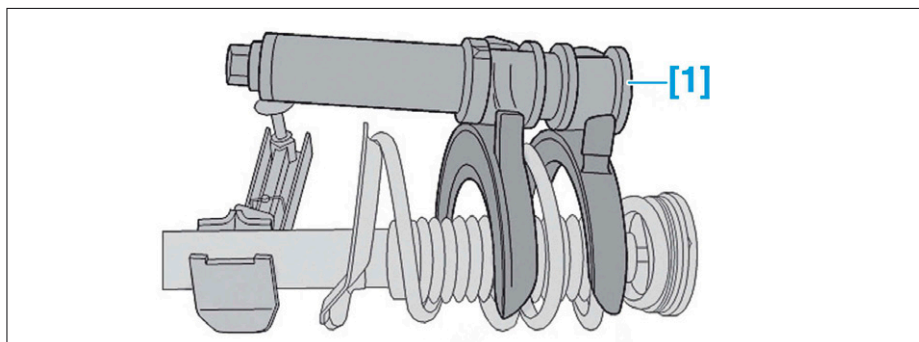

FIG. 5
- Mettre en place l'outil [1] (Fig.5).